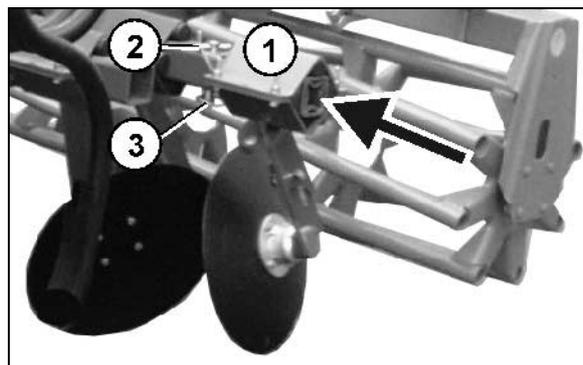

Рис. 35
- Полностью задвиньте оба крайних диска (Рис. 35/1) и закрепите пи помощи крепежных пальцев (Рис. 35/2) и пальцев с пружинной защелкой (Рис. 35/3).